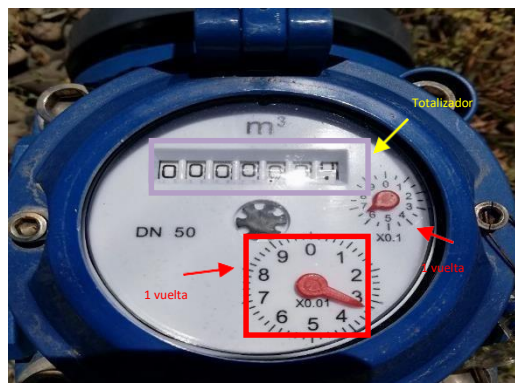

Figura 1. Cálculo de caudal instantáneo en flujómetro mecánico
2. Caudal instantáneo¹: Esta forma puede ser utilizada sobre todo cuando se vaya a realizar el primer registro de extracción, ya que no existirá un valor de totalizador² del periodo anterior. Debe observar el contador del caudalímetro (encerrado en un cuadro rojo en la Figura 1) y calcular de la siguiente manera: En este caso tiene el número x0,01, lo que quiere decir que en una vuelta completa hay 0,1 m³ (0,01x10). Este número hay que dividirlo por el tiempo que demoró la manilla roja en dar la vuelta completa y se multiplica por 1000 (debido a que 1 m³ corresponde a 1000 l) Por ejemplo, si se demoró 2 minutos y 36 segundos (156 segundos en total), se calcula de la siguiente forma: